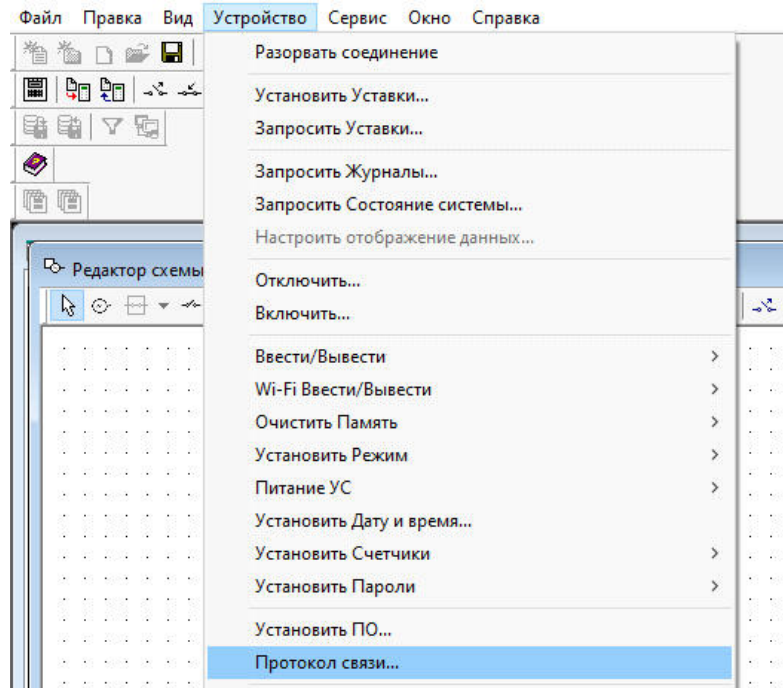

Рис.4.25. Открытие протокола связи
6. Выполнить команду «Устройство → Протокол связи», рис. **Рис.4.25**.